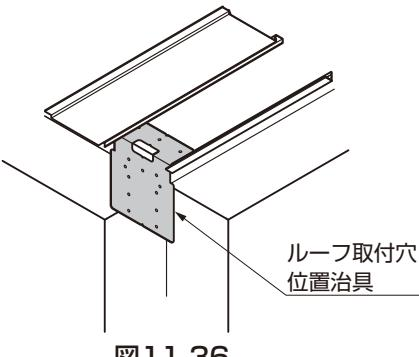
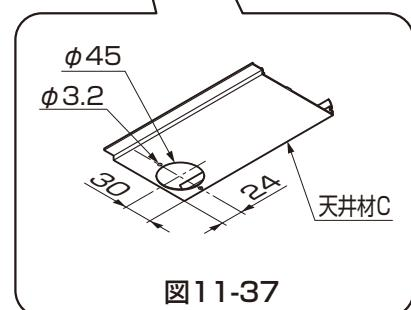

図11-36
図11-37
- ルーフ取付穴位置治具の折り曲げ部を樋の入隅部に突き当てるとき正確に位置出しができます。(図11-36参照)
- ②アタッチメントパッキンを雨樋アタッチメントに貼付けて樋に【6-1】で取付けてください。
- ③天井材CにΦ45の穴を現場加工してください。(図11-37参照)
- ④天井材を取り付けてください。